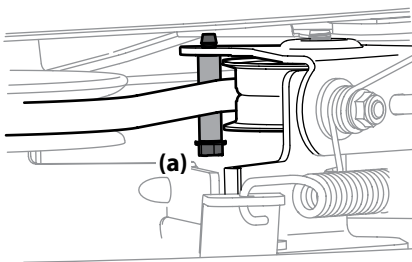

Figura 4-11
- Extraiga el guardacorrea (plataformas de 30" solamente) extrayendo el perno hexagonal (a) que la sujeta. Consulte la Figura 4-11.